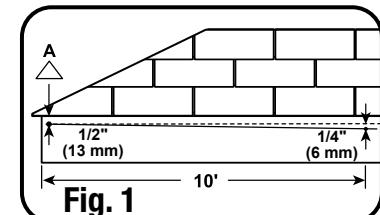

Fig. 1
Trace una línea con tiza a todo lo largo de la imposta a 13mm del borde superior. Comenzando por el punto alto (A) trace una línea horizontal de guía con tiza con una pendiente de 6mm por cada 3m hacia el punto donde se va a instalar el conducto de bajada. (Fig. 1)